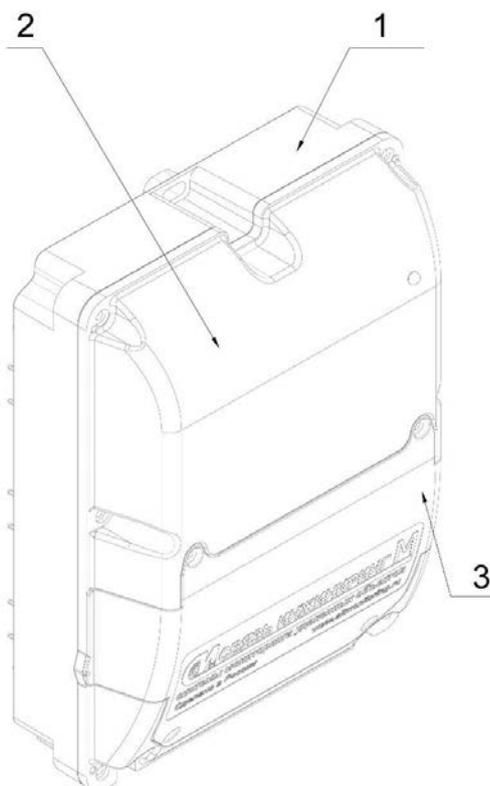

Рисунок 1. Основные части корпуса
2.25 Корпус Устройства состоит из трех частей (см. Рисунок 1)
- Основание (1);